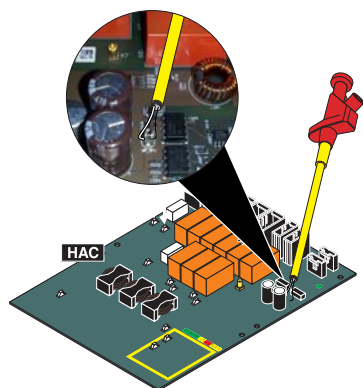
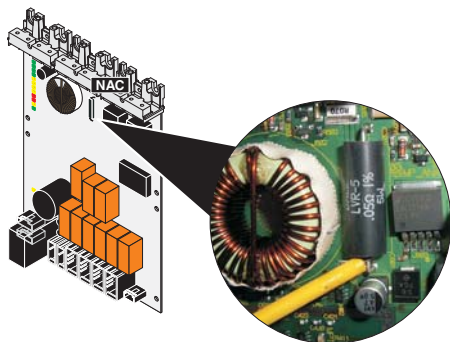

Bild 3-11 Platine HAC
Bild 3-12 Platine NAC - R533
6. Bringen Sie die Prüfklemme am Messpunkt VPC an (s. Bild 3-11, Bild 3-12 oder Bild 3-13).
Kontaktierung VPC, siehe Abschnitt 3.3, Bild 3-11, Bild 3-12 oder Bild 3-13